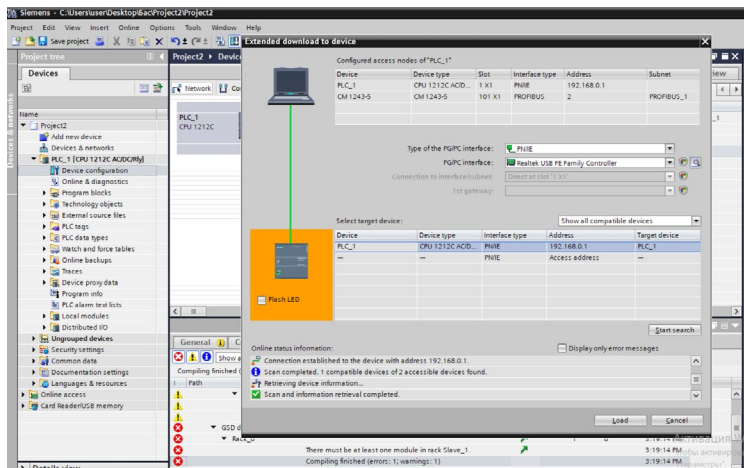

Рисунок 17 – Подключение к ПЛК
11. В столбце Device появится «PLC\_1», после чего нажать кнопку «Load» (рисунок 17), после загрузки нажать «Finish».